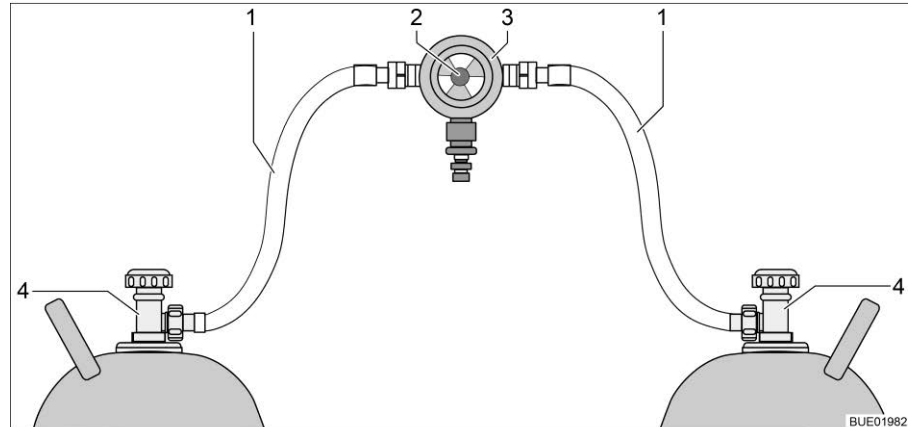
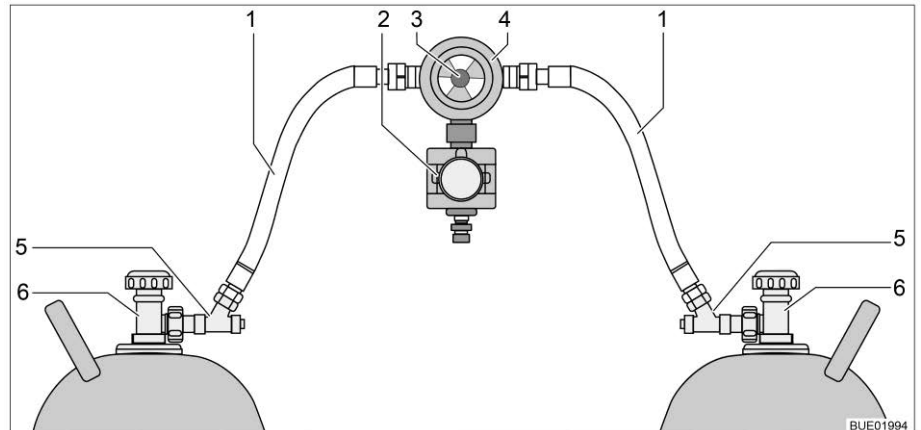

Fig. 172 Dispositif de commutation entre bouteilles de gaz
Fig. 173 Dispositif de commutation entre bouteilles de gaz avec CPU
Le dispositif de commutation entre bouteilles de gaz se compose d'un régulateur de pression du gaz combiné à une valve de commutation et indicateur (Fig. 172,3). Le dispositif de commutation entre bouteilles de gaz est monté entre les deux lyres (Fig. 172,1).
Le dispositif de commutation entre bouteilles de gaz se compose d'un régulateur de pression du gaz combiné à une valve de commutation et indicateur (Fig. 173,4) et d'une électrovanne (Fig. 173,2). L'électrovanne bloque l'arrivée du gaz au véhicule en cas de freinage brusque, d'accident ou de pente inhabituellement forte. Le dispositif de commutation entre bouteilles de gaz est monté entre les deux lyres (Fig. 173,1) avec des sécurités de rupture de tuyau (Fig. 173,5).
Le bouton rotatif (Fig. 172,2 ou Fig. 173,3), situé sur le dispositif de commutation entre bouteilles de gaz permet de définir laquelle des bouteilles de gaz est celle de service et laquelle est celle de réserve.
Seules les fonctions électriques peuvent être activées sur l'unité de commande (Fig. 174). Les robinets principaux des bouteilles de gaz (Fig. 172,4 et Fig. 173,6) doivent être ouverts ou fermés manuellement.
- Ouvrir les robinets principaux des bouteilles de gaz (Fig. 172,4 ou Fig. 173,6).
- Appuyer sur les sécurités de rupture de tuyau (Fig. 173,5) l'une après l'autre pendant 10 secondes.
- Choisir la bouteille de gaz avec le bouton rotatif (Fig. 172,2 ou Fig. 173,3) du dispositif de commutation à partir de laquelle le gaz doit être utilisé prioritairement (bouteille de service).
- Fermer les robinets principaux des bouteilles de gaz (Fig. 172,4 ou Fig. 173,6).